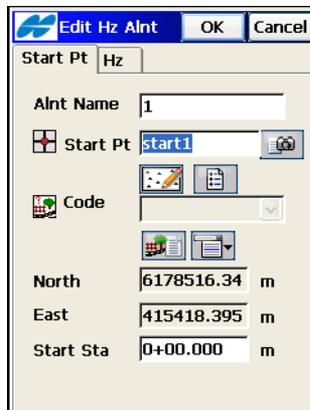

Abbildung 7-5. Bearbeiten von Achsen
2. Geben Sie auf dem Register *Startpkt* des Fensters *Edit Achsen* (Abbildung 7-5) den Achsnamen sowie den Startpunkt, den Code, den Hoch- und Rechtswert sowie die Anfangsstationierung (oder Anfangskilometrierung) ein.